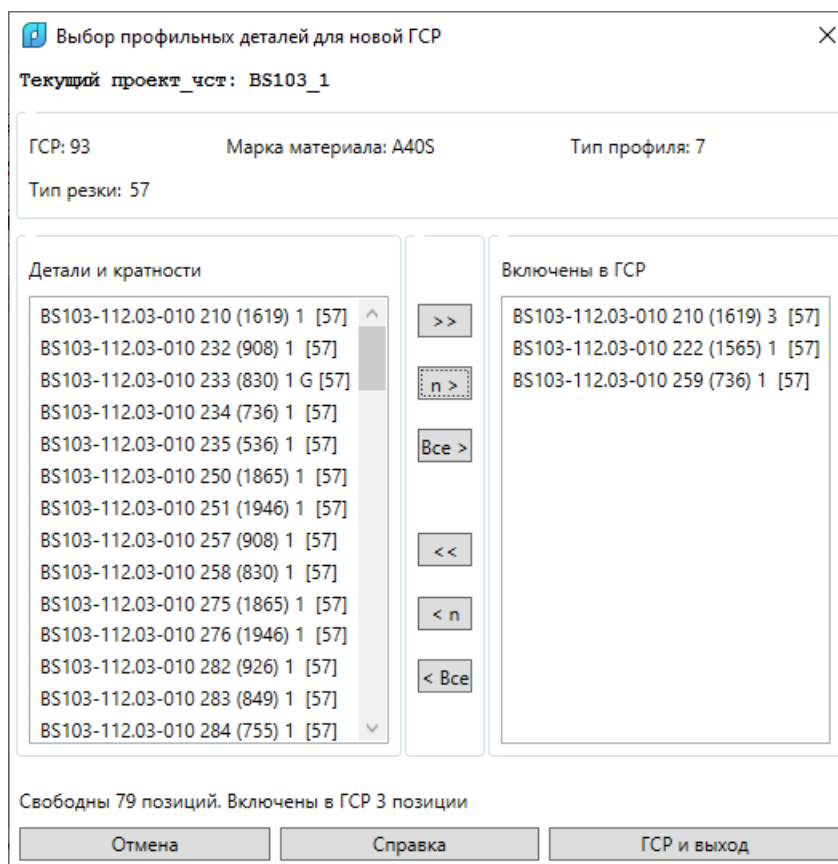

Рис. 24. Пример выбора не всех экземпляров позиции (профильная ГСР)
В случае ошибочного включения в ГСР деталей или лишних экземпляров можно исправить ситуацию с помощью трех нижних кнопок в центральном столбце окна. Пример случая выбора не всех свободных позиций (210) приведен на рис. 24.